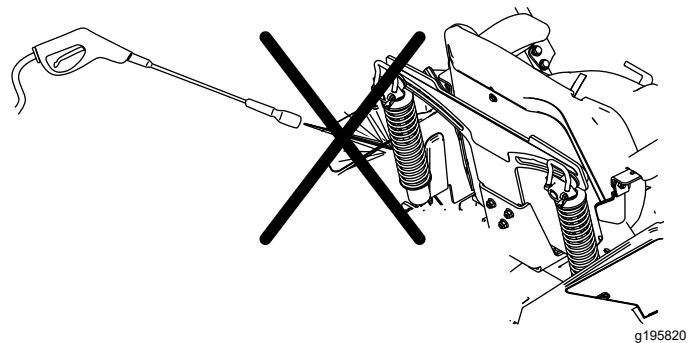

Figura 69
**Nota:** No limpie los conjuntos de choque con agua a presión (Figura 69).